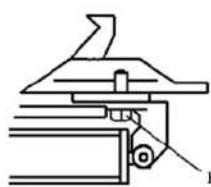

Fig. 10
Aviso: Após os primeiros 20 dias de uso, reaperte as garras com os parafusos de aperto (B) da Mesa Giratória (Fig. 10)